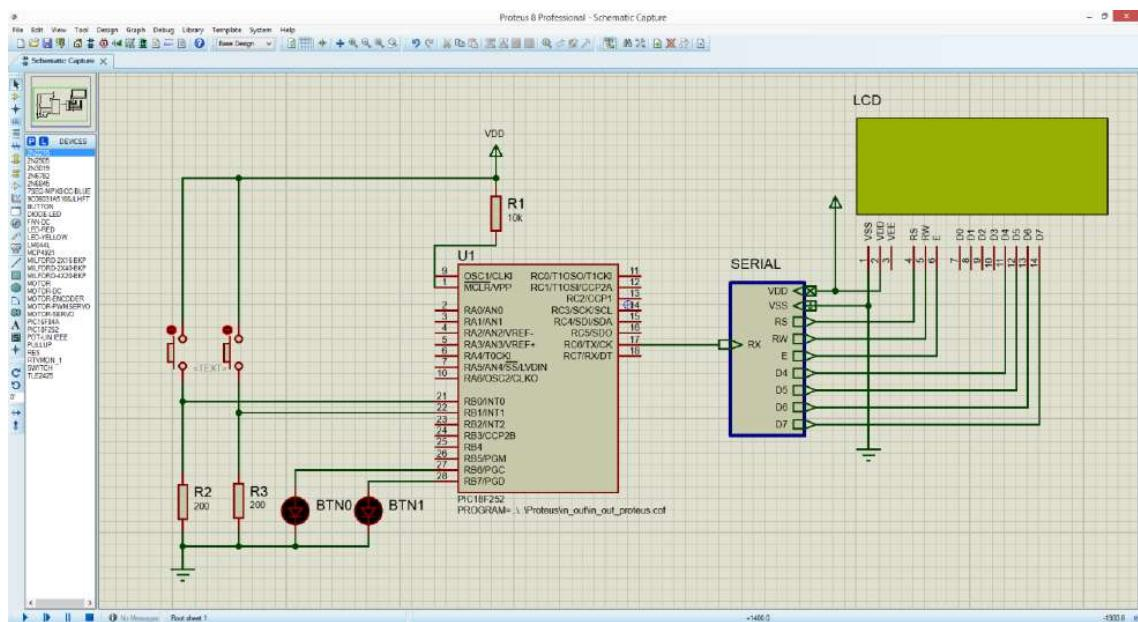

Рисунок 2.39 – Середовище моделювання «Proteus»
6. Змінити схему підключень відповідно до варіанту для виконання лабораторного практикуму (рис. 2.39).